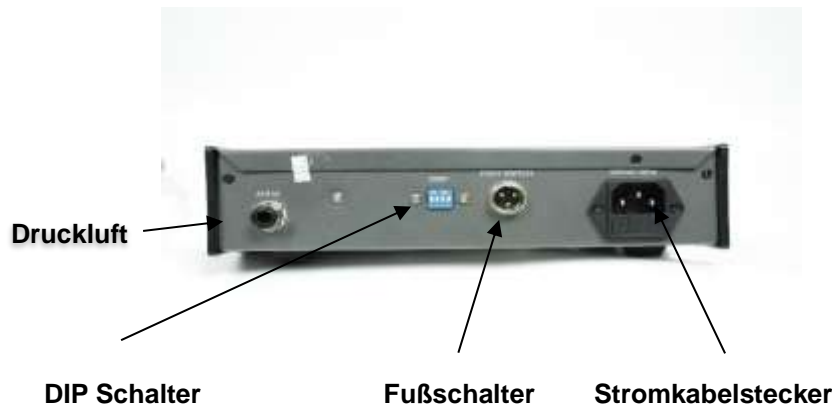

Bild 2: Rückfront SDT-DG-06
- Anschluss der Gerätekabel an der Rückseite des Gerätes (Bild 2, Anschluss 220 V)
- Druckluftschlauch an Steckverbindung Drucklufteingang (Bild 2, Drucklufteingang) an der Rückseite des Gerätes bis zum Anschlag einstecken und an eine ölfreie Druckluftquelle anschließen.
- Einstecken des Steckers des Fußschalters in der Buchse Foot Switch (Rückseite des Gerätes Bild 2)